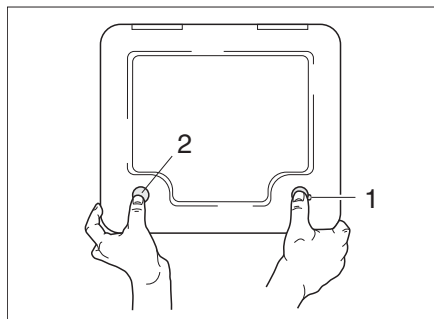

Fig. 5 Sportello esterno cassetta Thetford
- Inserire la chiave nel cilindro della serratura a pressione (Fig. 5,1) e ruotare di un quarto di giro.
- Con i pollici premere contemporaneamente la serratura a pressione (Fig. 5,1) e il pulsante magnetico (Fig. 5,2) e aprire lo sportello esterno.
Lo sportello esterno (Fig. 5) viene tenuto a contatto della parete esterna dell'autocaravan dal pulsante magnetico (Fig. 5,2).
- Inserire la chiave nel cilindro della serratura (Fig. 5,1) e ruotare di un quarto di giro.